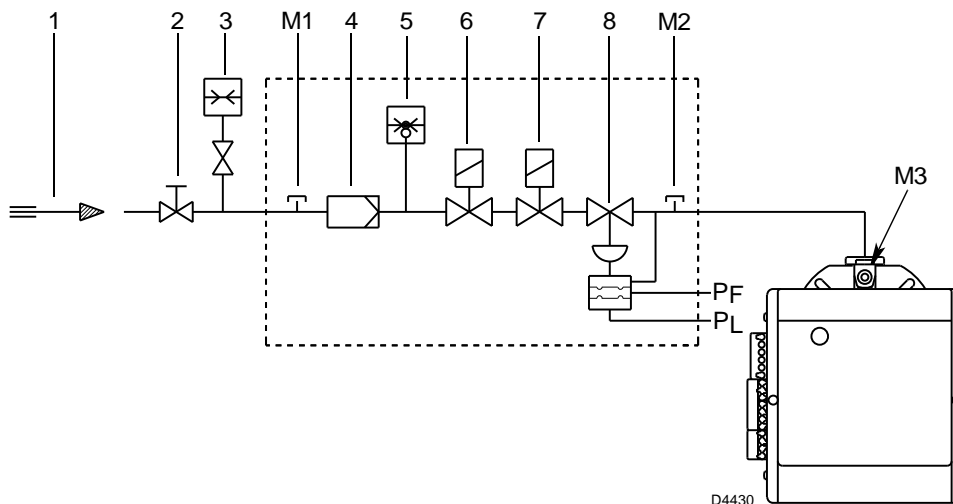

Fig. 14
Legenda (Fig. 14)
Pressione del gas misurata alla presa M3(Fig. 14), con:
- sottrarre dalla pressione del gas alla presa M3(Fig. 14) la pressione in camera di combustione.
Per conoscere invece la pressione del gas necessaria alla presa M3(Fig. 14), fissata la potenza massima di modulazione alla quale si desidera funzioni il bruciatore: